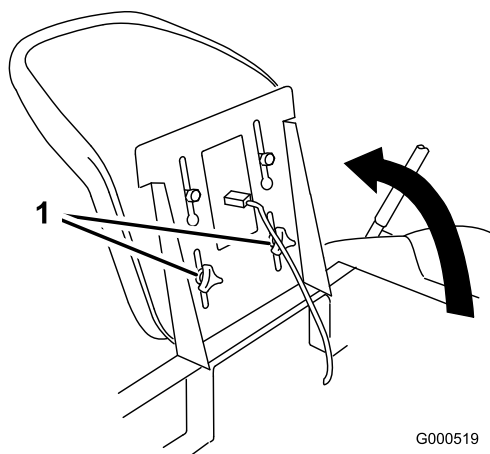

Bild 20
1. Heben Sie den Sitz an und lösen Sie die Einstellhandräder etwas, um den Sitz zu bewegen (Bild 20).